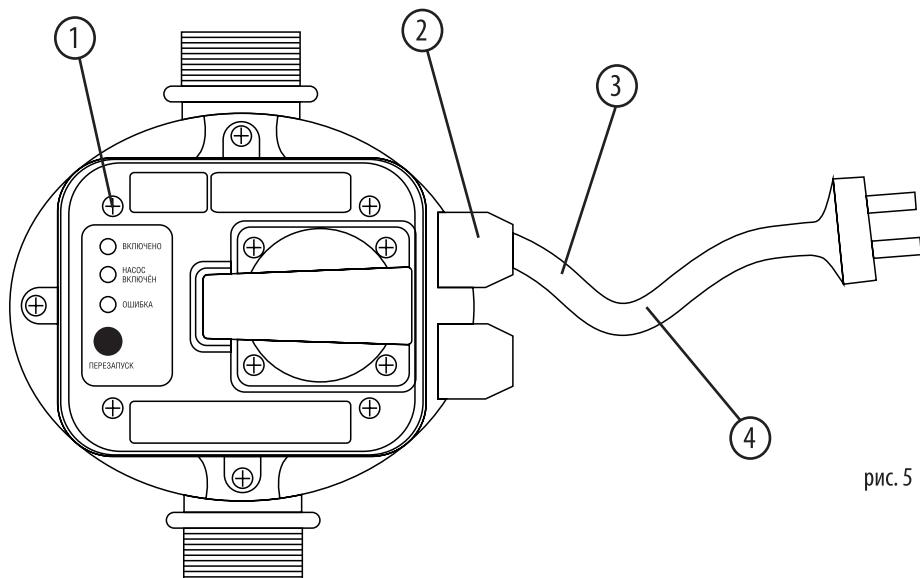

рис. 5
Четыре винта на панели управления должны быть хорошо закреплены (см. рис.5, (1)).
Две гайки для крепления кабеля должны быть хорошо закреплены, чтобы избежать попадания воды в блок управления и повреждения электронной схемы (см. рис.5, (2)).
Кабель, используемый для подключения, должен быть трехжильным с обязательным заземлением конца. Он должен иметь наружный диаметр не менее 7,5 мм и не более 8,5 мм (см. рис.5, (4)).
Один из ведущих концов кабеля должен быть ниже положения крепежных винтов при подключении кабеля к источнику питания (см. рис.5, (3)).